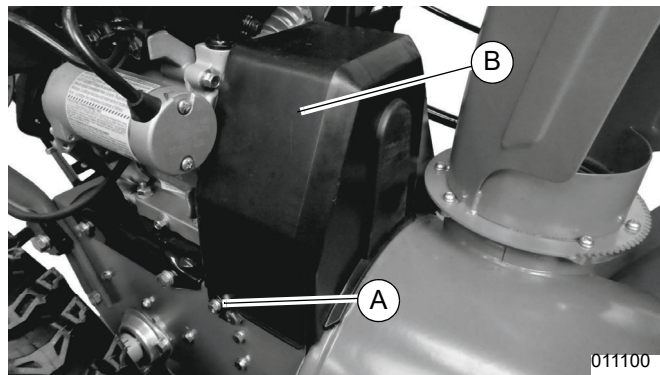

Figura 4-5. Retiro de la cubierta de la correa
1. Consulte la **Figura 4-5**. Retire los dos pernos y arandelas rectangulares (A) de la cubierta de la correa (B) con una llave de 10 mm. Retire la cubierta de la correa.